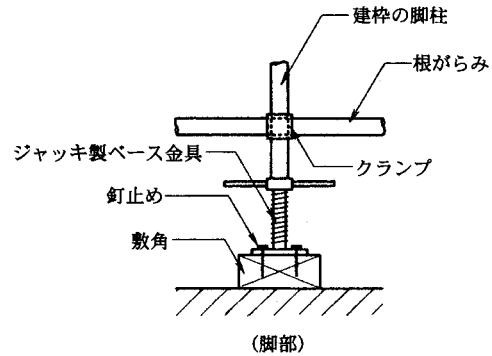

図1 脚部の固定の例
- ① 脚部は、直角2方向に根がらみを設ける。
- ② 脚部に敷角を用いる場合は、図1のように脚部を敷角等に確実に固定し、敷角方向と直角な方向に根がらみを設ける。